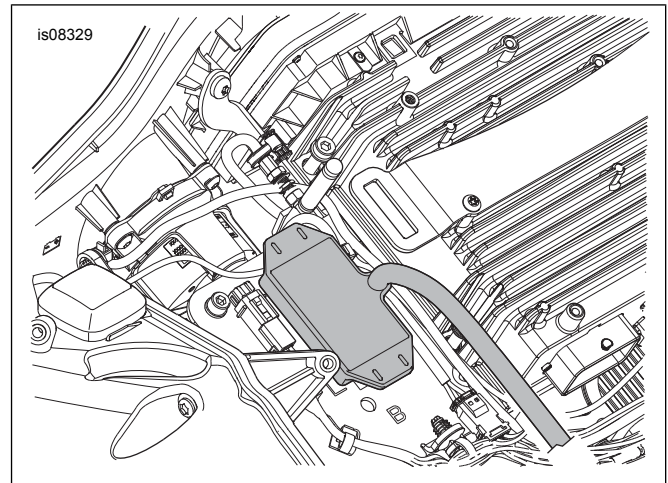

Abbildung 14. Montage des Senders (FLTR Touring-Modelle der Modelljahre 2015 und 2016)
2. Siehe Abbildung 14 >. Die Schutzfolie von der Klebeschicht des Schaumpolsters auf dem Sender abziehen.